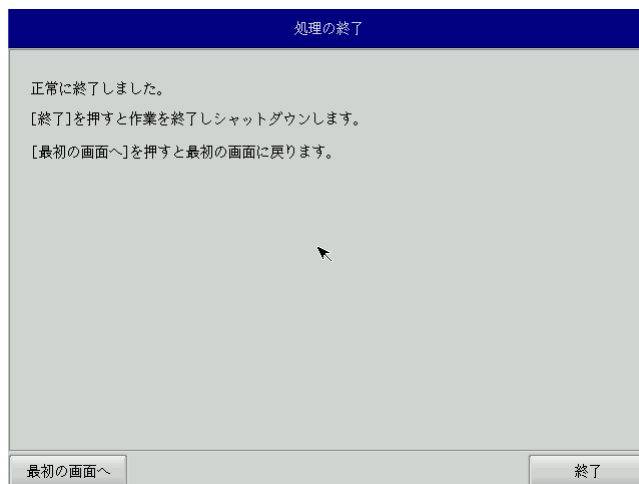

図 5-3-8. 終了画面
- ⑬ 終了画面（図 5-3-8）が表示されるとバックアップ作業は完了です。[終了]ボタンを押して電源を落としてください。